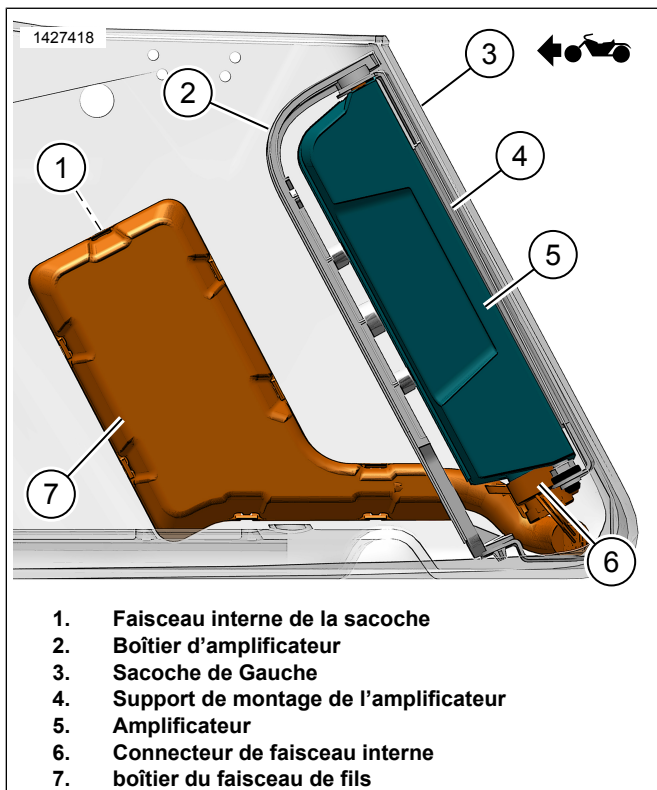

Figure 8. Faisceau de sacoche avec amplificateur
13. Voir la Figure 8. Installez l'assemblage des supports de montage de l'amplificateur.